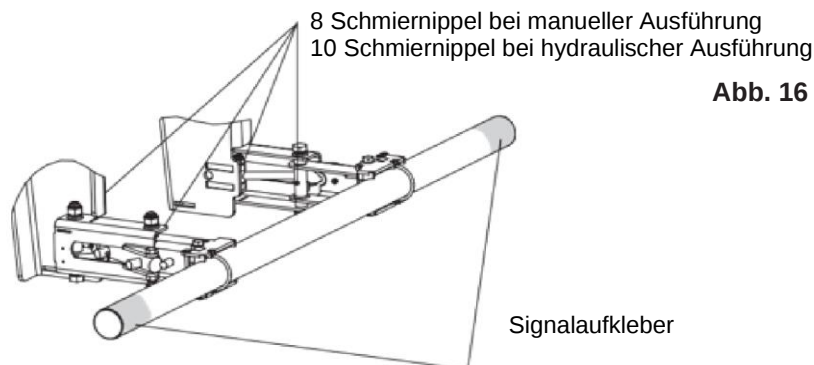

Abb. 16
- Die Signalaufkleber am Produkt befestigen (siehe Abb. 16).